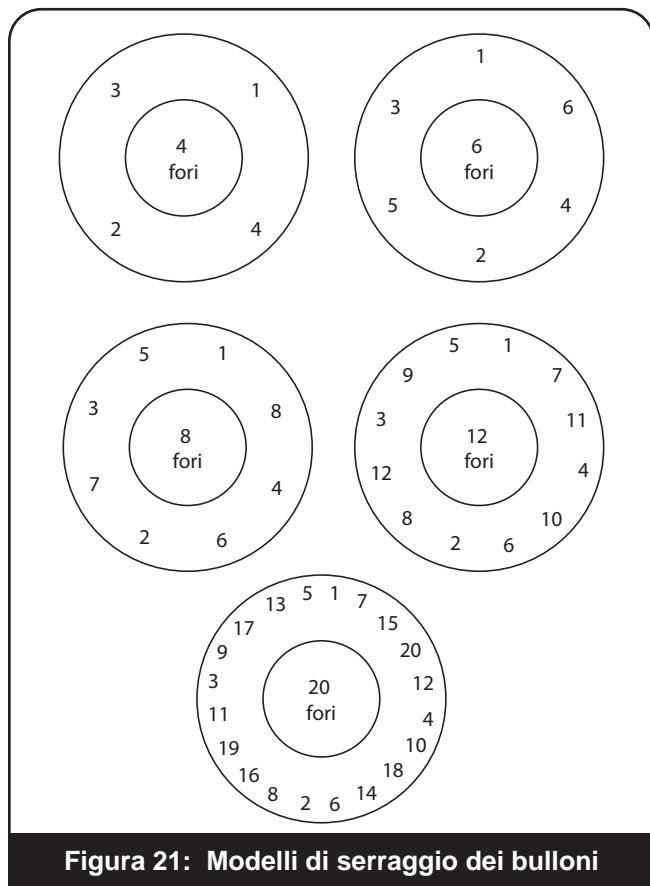

Figura 21: Modelli di serraggio dei bulloni
7. Installare la piastra di copertura sulla parte superiore della base in modo che il pilota sia allineato per i collegamenti dei tubi corretti. Prendere nota della lunghezza dei bulloni passanti o delle viti a testa cilindrica. I due più lunghi si troveranno a cavallo della linea verticale della porta di rilevamento dell'ingresso sulla base principale della valvola pilota. Installare la staffa tra la piastra di copertura e il dado o la vite a testa cilindrica. Serrare ai valori mostrati nella Tabella 9 con incrementi di 15 ft-lb (20 N-m) assicurandosi che vi sia uno spazio uniforme tra la base e la piastra di copertura. Coppia nella sequenza mostrata in Figura 21. Assicurarsi che la staffa sia allineata in modo che i due fori di fissaggio pilota più piccoli siano sopra il piano orizzontale della piastra di copertura.
7. Installare la piastra di copertura sulla parte superiore della base in modo che il pilota sia allineato per i collegamenti dei tubi corretti. Prendere nota della lunghezza dei bulloni passanti o delle viti a testa cilindrica. I due più lunghi si troveranno a cavallo della linea verticale della porta di rilevamento dell'ingresso sulla base principale della valvola pilota. Installare la staffa tra la piastra di copertura e il dado o la vite a testa cilindrica. Coppia ai valori trovati in Tabella 9 utilizzando i modelli di coppia in Figura 21 e Tabella 10.